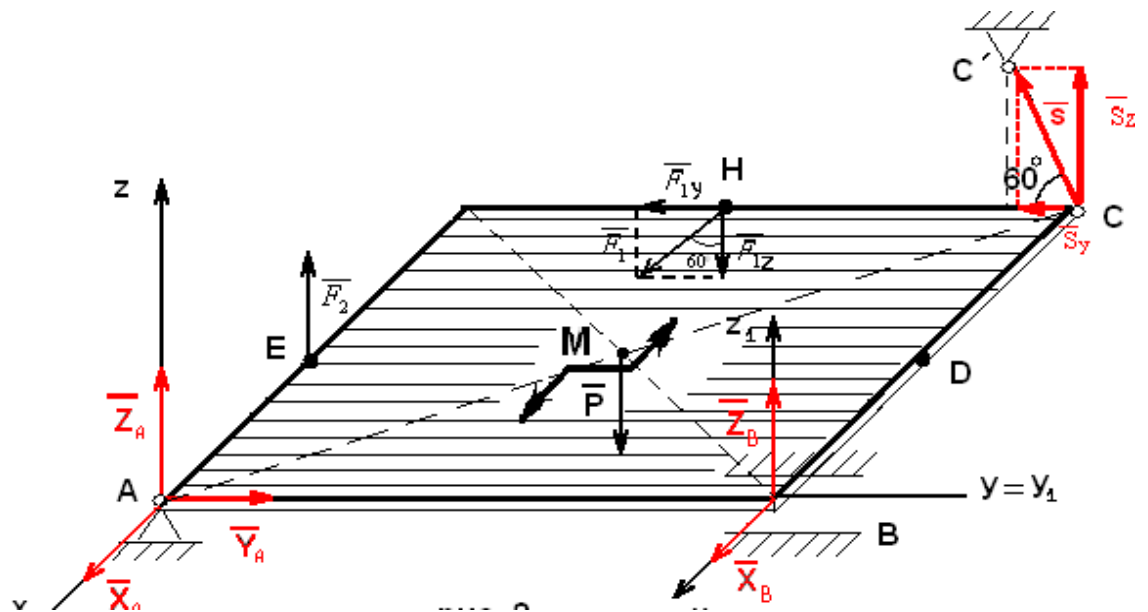

Рисунок 12
реакцию цилиндрического шарнира (подшипника)  $B$  – на две составляющие  $\overline{X_B}$ ,  $\overline{Z_B}$  (в плоскости, перпендикулярной оси подшипника), реакцию  $\overline{S}$  стержня направляем вдоль стержня  $CC'$ , предполагая, что он растянут и разлагаем  $\overline{S}$  на две составляющие:  $S_z = S \cdot \sin 60^\circ$ ;  $S_y = S \cdot \cos 60^\circ$  (так как стержень  $CC'$  в плоскости, параллельной  $yz$ ) – рис. 12.
2. Вводим систему отсчета  $BX_I Y_I Z_I$  (рис.12). Для полученной пространственной произвольной системы сил (рис.12) для определения шести неизвестных реакций опор –  $\overline{X_A}$ ,  $\overline{Y_A}$ ,  $\overline{Z_A}$ ,  $\overline{X_B}$ ,  $\overline{Z_B}$ ,  $\overline{S}$  – можно составить шесть уравнений равновесия: